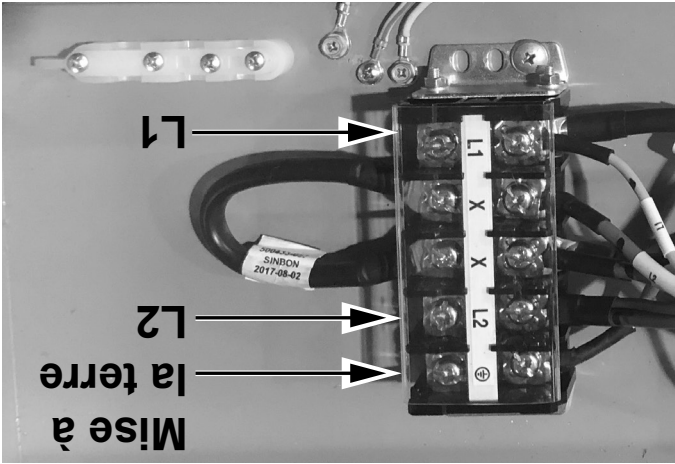

Figure 10. Bornier de raccordement
5. Raccorder les conducteurs de phase de l'alimentation de réseau aux bornes marquées L1 et L2 du bornier de raccordement. Voir *Figure 10*.
6. Raccorder le fil de mise à la terre de l'alimentation de réseau à la borne marquée du symbole de mise à la terre. Voir *Figure 10*.